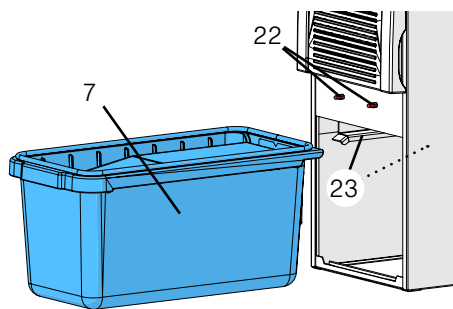

图 16
- ⇒ 检查集尘盒的密封条是否损坏，或需要更换 (24)。
- ⇒ 将集尘袋抽屉推入原位，注意要将其不偏不倚地完全推到底。务必确保集尘袋抽屉在导轨上正确就位 (23, 图16)。
- ⇒ 使前面板底部的挂钩就位 (5, 图1)，然后将其推入上部的锁钮 (22, 图16)，用力按压直到其锁定入位。